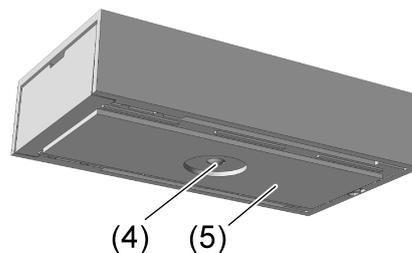

Imagen 7: Parte inferior de la caja con almohadillas adhesivas
- Colocar la almohadilla adhesiva (5) en la parte inferior de la caja (Imagen 7). Retirar para ello la lámina protectora, colocar sobre la parte inferior del sensor y presionar firmemente. No pegar encima del conductor de luz (4) para la medición de luminosidad.